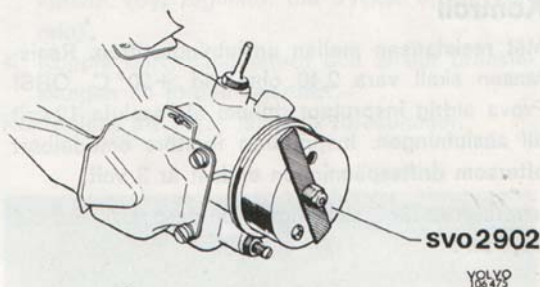

Bild 2-19. Lock för tändinställning
3. Starta motorn. Montera plastlocket, verktyg 2902, enligt bild 2-19, och justera ner varvtalet till 600—800 r/m genom att föra plåten över hålet i plastlocket.